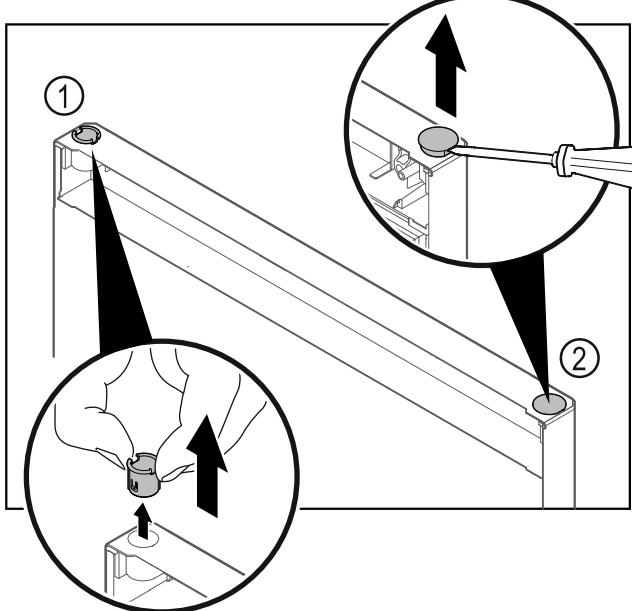

Fig. 35 Дверь морозильного отделения
- Пальцами вытяните шарнирную втулку Fig. 35 (1).
- Шлицевой отверткой осторожно подцепите и извлеките заглушку Fig. 35 (2).